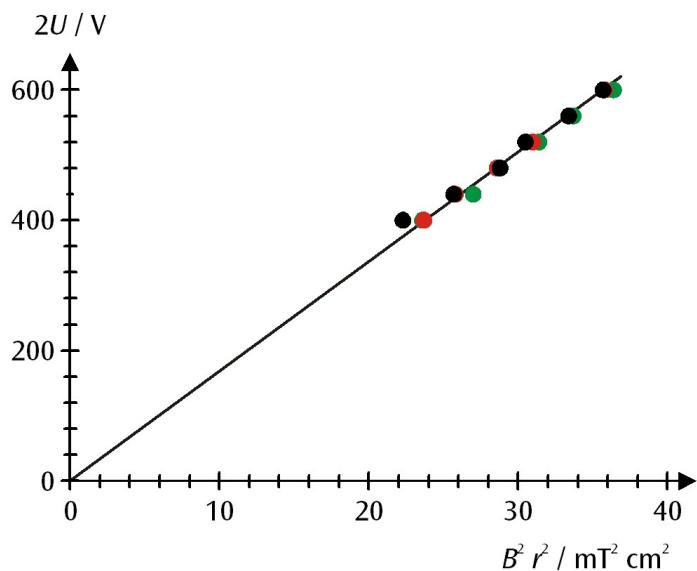

Fig. 3 Diagramma $r^2 B^2 - 2U$ dei valori di misura (nero: $r = 5 \text{ cm}$, rosso: $r = 4 \text{ cm}$, verde: $r = 3 \text{ cm}$)
- Per un'ulteriore analisi, riportare i valori di misura in un diagramma r^2B^2-2U (ved. Fig. 3).